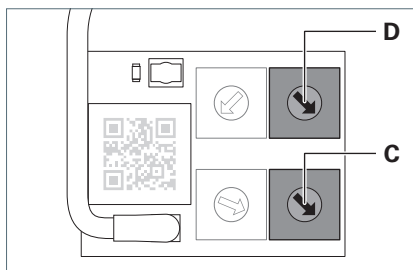

Fig. 7: Deux codeurs rotatifs pour l'affectation aux groupes.
- Pour affecter le luminaire à un groupe et un seul, réglez les deux codeurs rotatifs **C** et **D** sur la même adresse de groupe, voir Fig. 7.